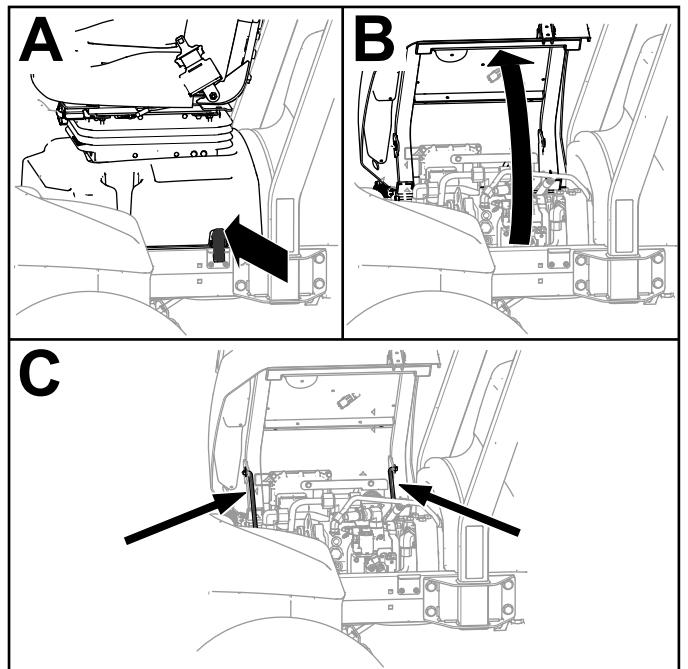

Figure 93
2. Déverrouillez le socle du siège, basculez-le sur le côté et soutenez-la avec les béquilles (Figure 93).